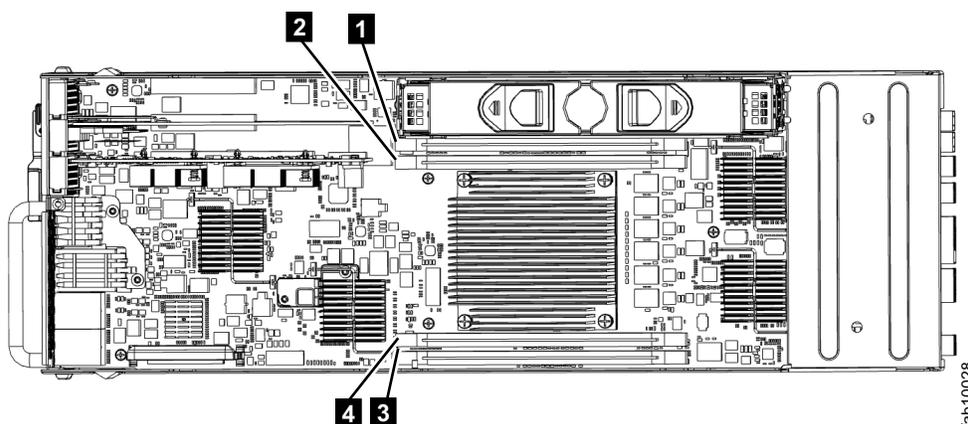

Figura 116. Instalando um módulo de memória da caixa do nó do Storwize V7000 2076-524
3. Localize o slot do DIMM com o DIMM com falha. O slot 1 é próximo à área de bateria. O slot 2 é próximo ao processador. Os slots são marcados 1, 2, 4, 3 conforme mostrado em Figura 116.
7. Coloque suavemente o DIMM no slot, assegurando que os entalhes no DIMM se alinhem com a forma do slot, conforme mostrado em Figura 116.